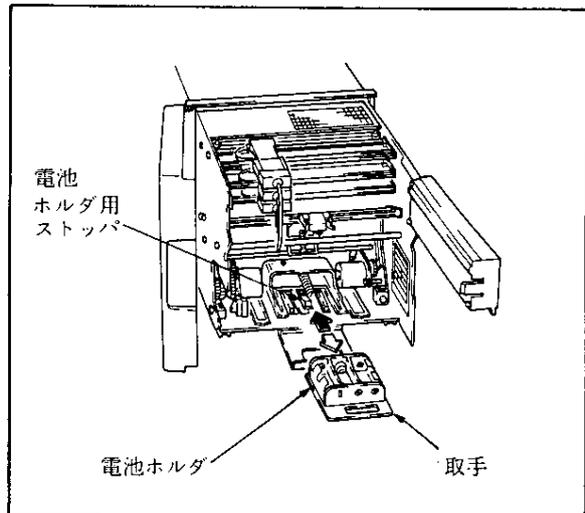

図 5.17
- (4) 内器の奥に電池ホルダの取手があり、これでホルダを引き出します（図5.17）。